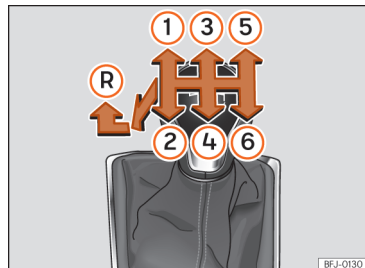

Abb. 117 Schaltschema eines 6-Gang-Schaltgetriebes.
Auf dem Schalthebel sind die Positionen der einzelnen Fahrgänge dargestellt **>>> [Abb. 117]**.
- Schalthebel in die Neutralstellung bringen und nach unten drücken. Schalthebel ganz nach links und dann nach vorn in die Rückwärtsgangposition schieben >>> (Abb. 117) .